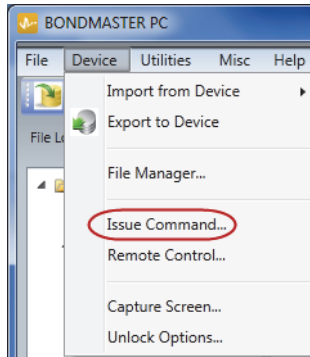

图 7-12 设备菜单：发布指令
1. 在 **Device**（设备）菜单中，选择 **Issue Command**（发布指令）（参见第 171 页的图 7-12）。